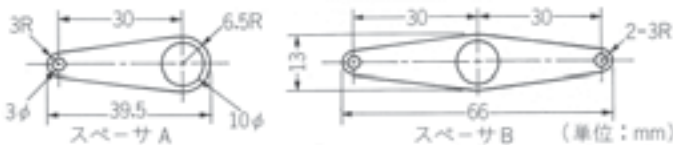

図4-3-3 スペーサの加工
- ③ スペーサはガラス・エポキシ板(銅箔のない基板)で作りましたが、アクリル板でも使用可能です(図4-3-3参照)。